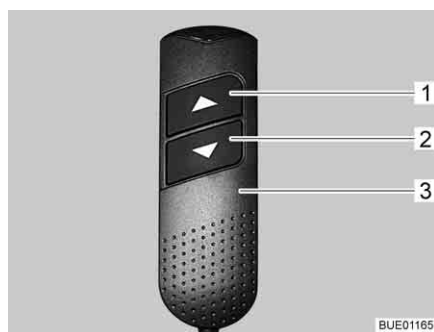

Fig. 108 Elemento di regolazione
- Sull'elemento di regolazione (Fig. 108,3) premere contemporaneamente i due tasti freccia (Fig. 108,1 e 2) e tenerli premuti fino a quando il letto basculante non si è spostato completamente verso il basso. Una volta rilasciati i tasti viene emesso un segnale acustico di conferma.
- Sull'elemento di regolazione (Fig. 108,3) premere il tasto freccia inferiore (Fig. 108,2) e tenerlo premuto fino a quando il letto basculante non ha raggiunto la posizione finale in basso.
- Sull'elemento di regolazione (Fig. 108,3) premere il tasto freccia superiore (Fig. 108,1) e tenerlo premuto fino a quando il letto basculante non ha raggiunto la posizione finale in alto.
- Portare leggermente il letto basculante con i tasti freccia (Fig. 108,1 o 2) nella direzione opposta.